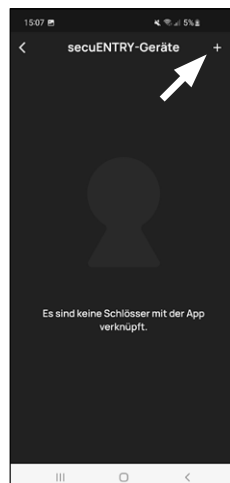

Fig. 2
- 2 La aplicación muestra un listado de los cilindros que ya están registrados. Cuando se configure por primera vez, la lista estará vacía. Para configurar un nuevo cilindro, pulse en «+» en la esquina superior derecha (Fig. 2).